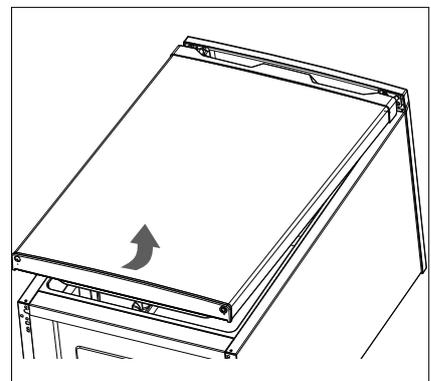

Abb. 4
- ▶ Heben Sie die Gefrierraumtür (4) unten leicht an und ziehen Sie Gefrierraumtür vom oberen Scharnierzapfen heraus (Abb. 4).
- ▶ Stellen Sie die Gefrierraumtür (4) und stellen Sie sie gegen Umfallen gesichert zur Seite auf eine weiche Unterlage, um Kratzer zu vermeiden.